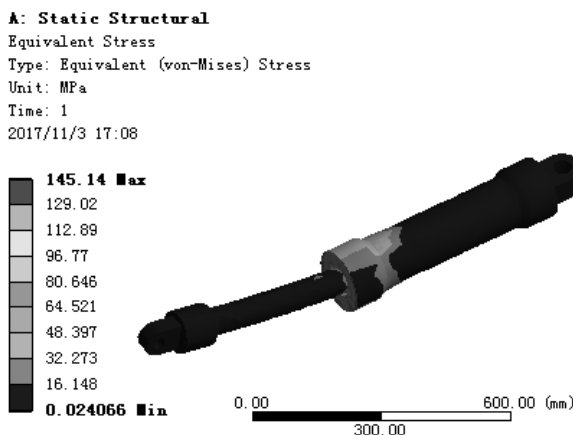

图 7.6.28 应力结果图解
(1) 求解分析。在顶部的工具栏中单击 **Solve** 按钮求解分析。
(2) 查看应力结果图解。在“Outline”窗口中选中 **Equivalent Stress**，查看图 7.6.28 所示的总应力结果，其最小应力为 0.024066 MPa，最大应力为 145.14 MPa。